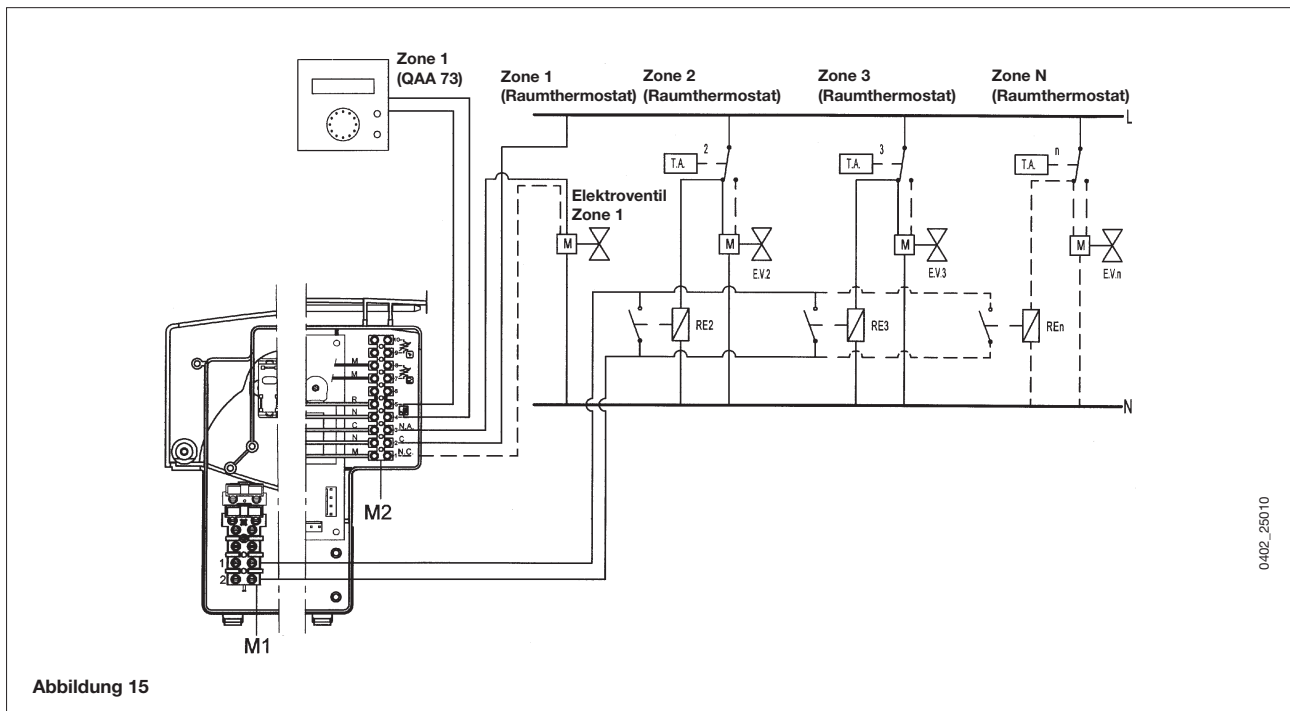

Abbildung 15
**Klemmen 1-2-3 Klemmenleiste M2:** Anschluss des Zonen-Magnetventils (siehe Abbildung 15, Kapitel 15.4).
Der Kontakt der Betriebsanforderung der nicht vom QAA73 geregelten Zonen muss parallelgeschaltet und an den Klemmen 1-2 "TA" der Klemmenleiste M1 von Abbildung 15 angeschlossen werden. **Die vorhandene Drahtbrücke muss dazu entfernt werden.**
Die vom QAA73 geregelte Zone wird von dem Magnetventil der Zone 1 gesteuert, wie auf Abbildung 15 dargestellt.